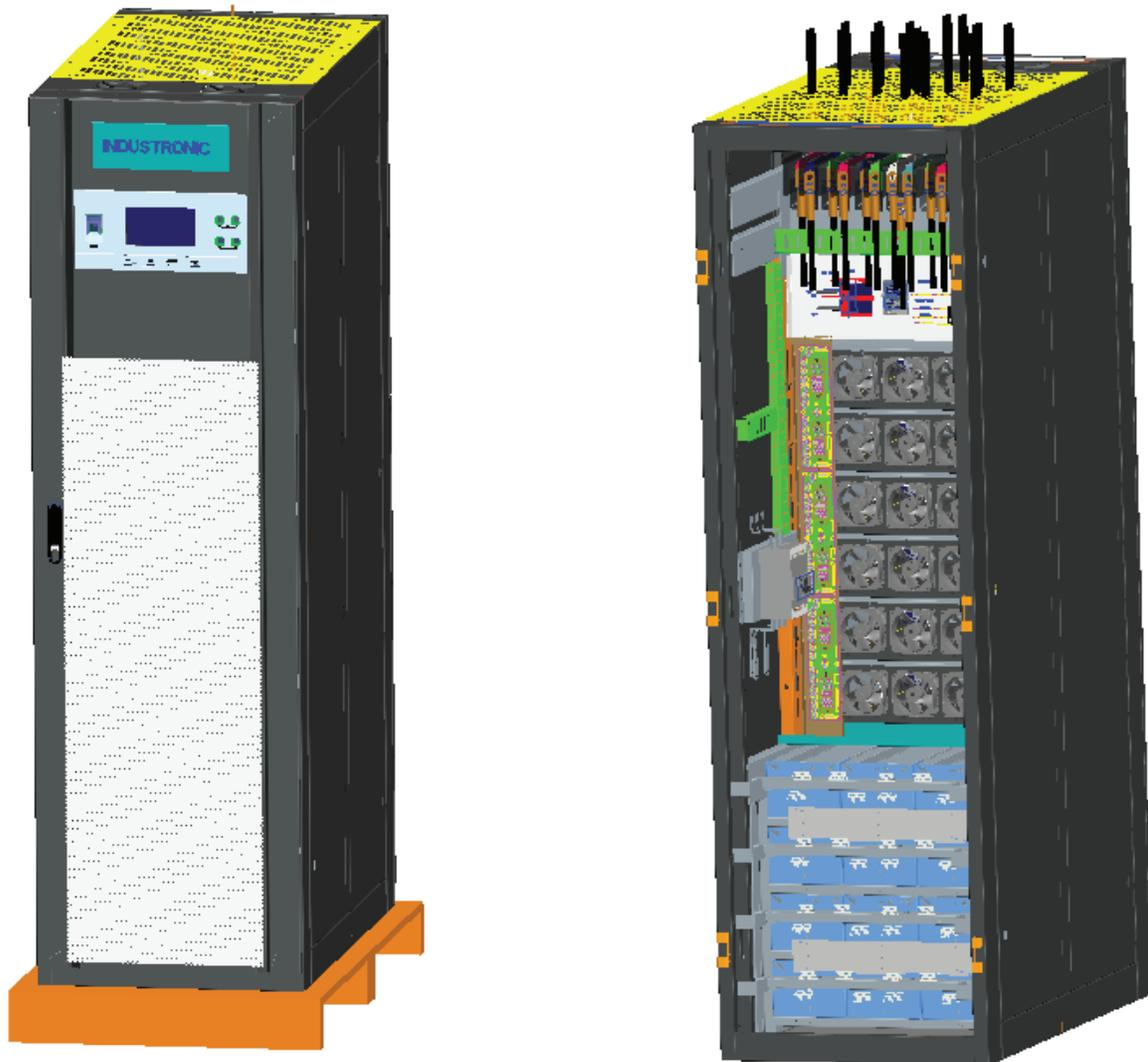

Figura 4-5 Apariencia del MR1300
Paso 2: Retire el UPS del empaque y colóquelo en el sitio de instalación. La apariencia del MR33200 se muestra en la Figura 4-5.